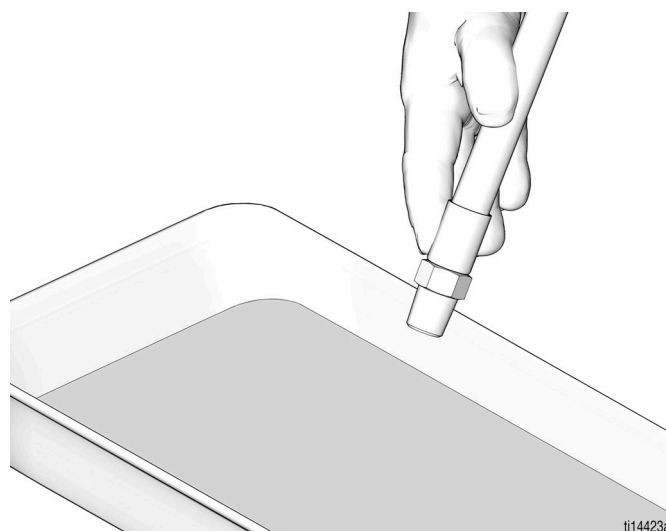

FIG. 2
1. Placer l'extrémité du flexible dans un conteneur à déchets métallique mis à la terre. Tenir le tuyau fermement contre le conteneur de déchets pendant toute la durée du processus de rinçage (FIG. 2).